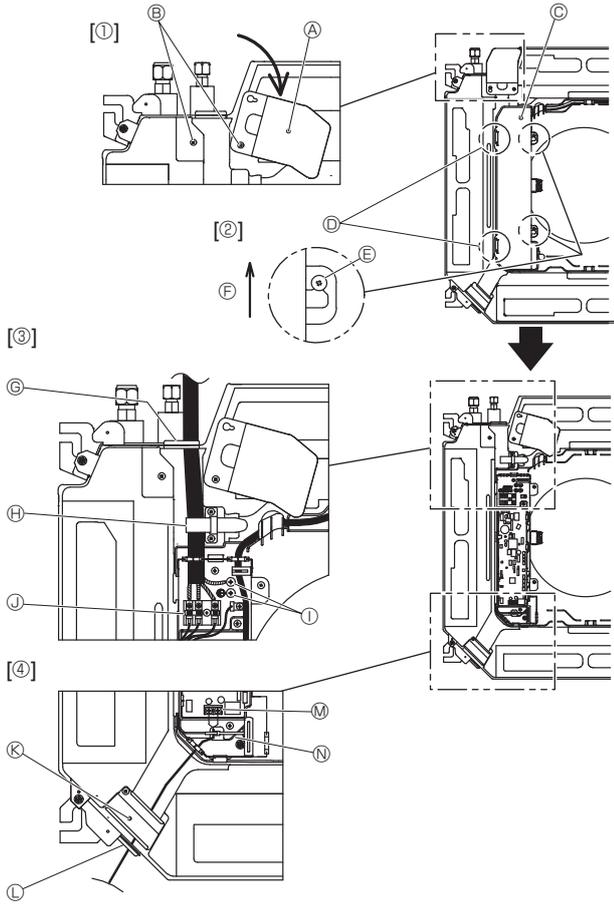
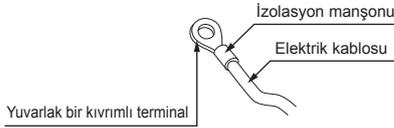
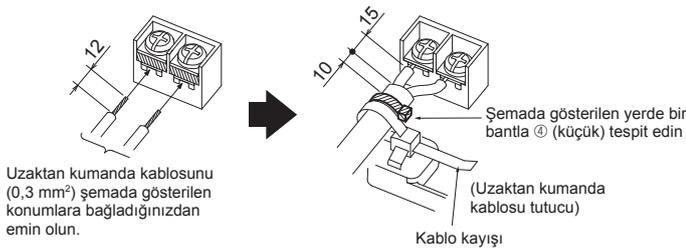

Fig. 6-1
Fig. 6-2
Fig. 6-3
6.1. İç ünite (Fig. 6-1)
1. Elektrik kablosu servis panelini sabitleyen iki vidayı sökün ve ardından elektrik kablosu servis panelini çevirin. [Fig. 6-1 ①]
2. Elektrikli kutusu kapağını sabitleyen iki vidayı sökün ve ardından elektrik kutusu kapağını kaydırarak çıkarın. [Fig. 6-1 ②]
3. Kabloyu, iç/dış ünite bağlantı kablosunu ve toprak kablosunu şemada [Fig. 6-1 ③] verilen kablo girişlerinden geçirin. Güç kablosunun ve iç/dış ünite bağlantı kablosunun kılıf kısmını elektrik kutusuna koyun. İç/dış ünite bağlantı terminalinin bağlantısı ve isteğe bağlı güç besleme terminali için yuvarlak kıvrımlı terminalleri kullanın. [Fig. 6-2] Fig. 6-3-6-6'da belirtilen yöntemleri izleyerek yuvarlak kıvrımlı terminaller kullanmadığınızda. Bağlantı için 6.1.1. ve 6.1.2. bölümlerine başvurun.
4. Uzaktan kumanda kablosunu şekilde gösterilen kablo girişlerinden geçirin ve bağlayın. [Fig. 6-1 ④, Fig. 6-3] Bağlantı için 6.1.1. ve 6.1.2. bölümlerine başvurun.